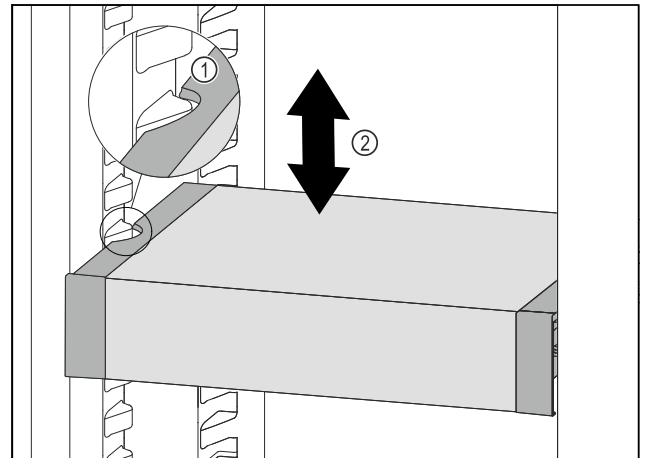

Fig. 103
- ▶ Tire del VarioSafe hacia delante hasta que los huecos laterales del VarioSafe se encuentren a la altura de la nervadura del recipiente en el compartimento del frigorífico. Fig. 103 (1)
- ▶ Mueva el VarioSafe hacia arriba o hacia abajo en el compartimento del frigorífico hasta alcanzar la altura deseada. Fig. 103 (2)